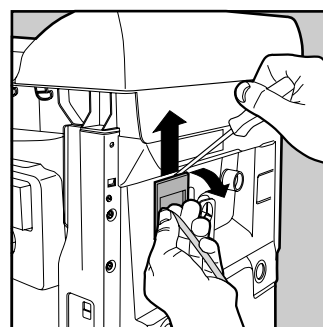

Fig. 4
4. Dévissez les 2 vis extérieures qui fixent le filtre et, à l'aide d'un tournevis (voir fig. 4), dégagez-le du panneau arrière en le tirant vers le haut.